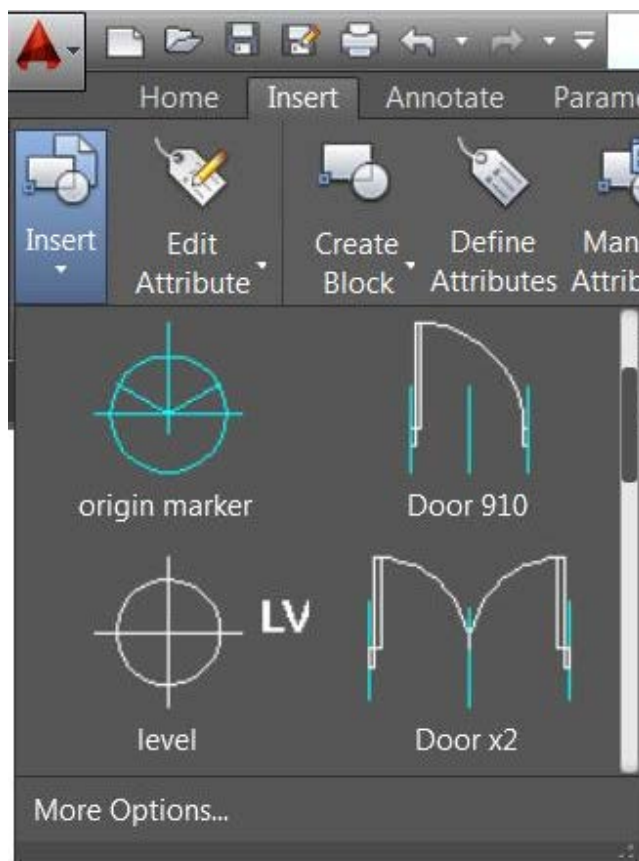

Рис. 4 Выпадающие списки-галереи в лентах
2. Выпадающие списки-галереи в лентах (Ribbon Galleries) - экономия времени на клики за счет визуального представления различных элементов чертежей (блоки, стили) непосредственно из ленты AutoCAD 2015 (Рис. 4)